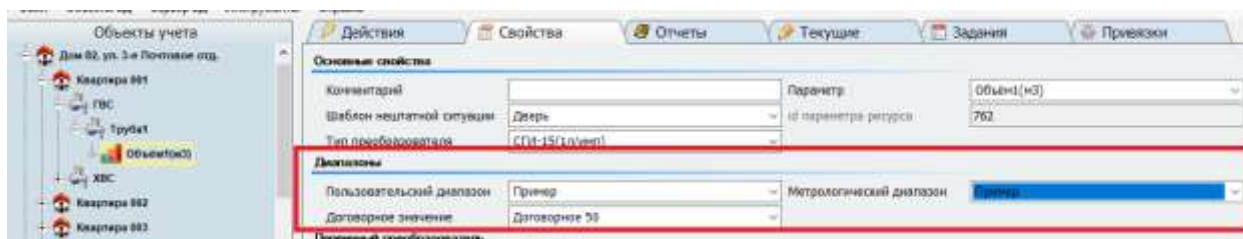

Рисунок 46. Привязка аналитического параметра
- Привязать каждый контролируемый параметр к конкретному аналитическому значению или интервалу (рисунок 46).